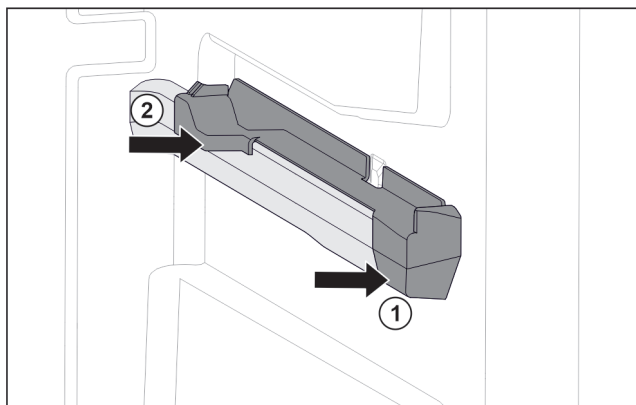

Fig. 109 Nasazovací díl na pravém žebrování na nádobu
- ▶ Nasadte nasazovací díl na žebrování na nádobu. Fig. 109 (1)
- ▶ Přitlačte nasazovací díl k zadní části. Fig. 109 (2)